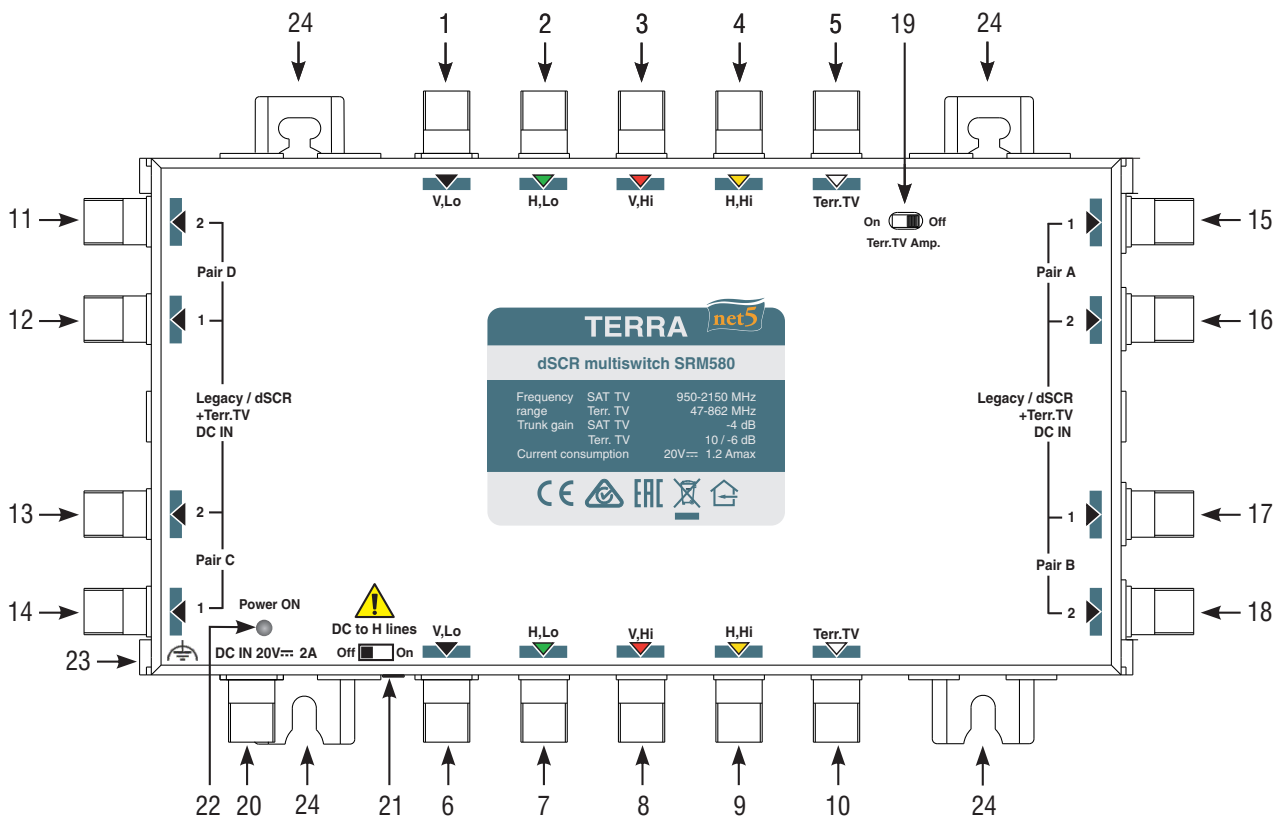

Рис. 1. Внешний вид мультисвича
ПЕРЕД ВКЛЮЧЕНИЕМ ПЕРЕКЛЮЧАТЕЛЯ "DC to H lines" (см. Рис. 1, поз. 21) убедитесь что потребление тока системы не превышает 2 А. **ВСЕГДА ОСТАВЛЯЙТЕ ПЕРЕКЛЮЧАТЕЛЬ "DC to H lines" в выключенном положении "Off"**, когда устанавливаете SRM580 в уже существующую мультисвичную систему.
Светодиодный индикатор наличия питания (см. Рис. 1, поз. 22) светится зеленым светом в любом из 4 режимов питания.
1. Режим байпас - положение переключателя "Off" (см. Рис. 1, поз. 14). Могут проходить DOCSIS сигналы.
2. Активный режим - положение переключателя "On" (см. Рис. 1, поз. 14).
2. Все выходы сконфигурированы для подключения **устаревшего** ТВ приемника (поддерживает сигналы +13 V/+18 V/22 kHz), но при поступлении на него команды DiSEqC он, в соответствии с EN50494/EN50607 (**Активный режим**), переключается в **Динамический режим** SCR/dSCR. Полосы пользователя (UB) одинаковы на обоих абонентских выходах (см. Таблицу 2).
5. Переключатель режима Тегг. TV байпас (см. Рис. 1, поз. 19) - в положение "Off" (см. "Технические характеристики").